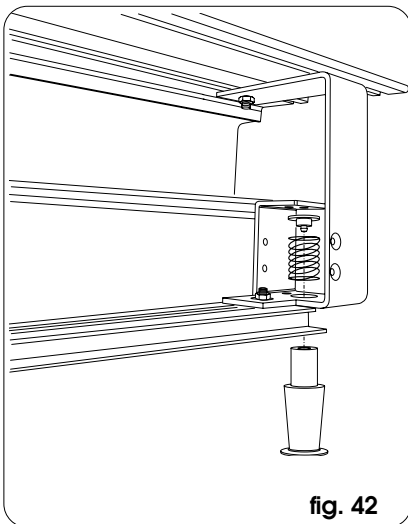
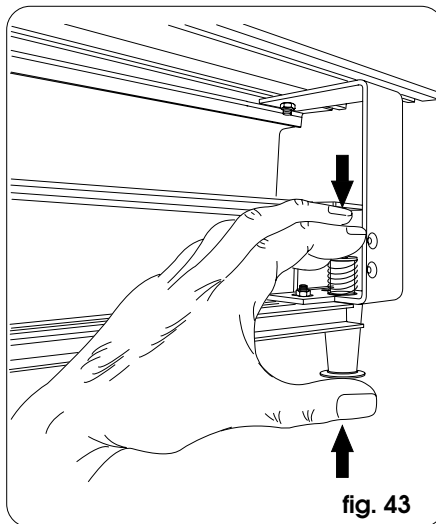

fig. 42
fig. 43
- Assemblare il pomello di sblocco in corrispondenza della staffa laterale opposta al bordo di chiusura come in fig. 42 e fig. 43.